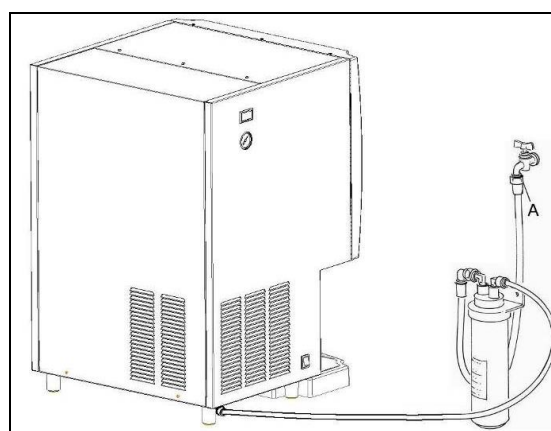

Fig. 17
- Collegare l'altra ghiera filettata A alla rete idrica avvitandola al rubinetto dell'acqua anch'esso dotato di filettatura (Fig. 17).
- Aprire il rubinetto dell'acqua (Fig.17).